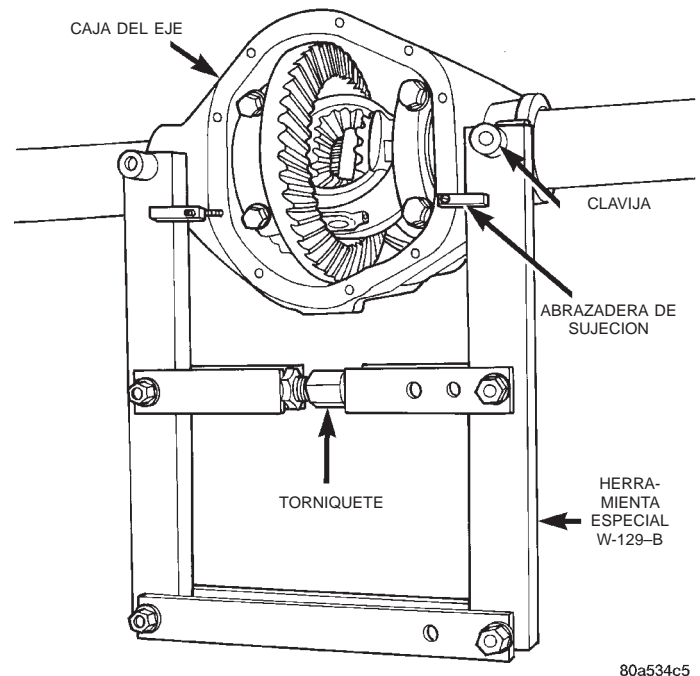

Fig. 36 Instalación del separador de la caja del eje
(1) Emplace el espaciador W-129B, utilizando algunos elementos del juego de adaptadores 6987, y asiente las clavijas de la herramienta en los orificios de emplazamiento (Fig. 36). Instale las abrazaderas de sujeción y apriete el torniquete de la herramienta a mano.